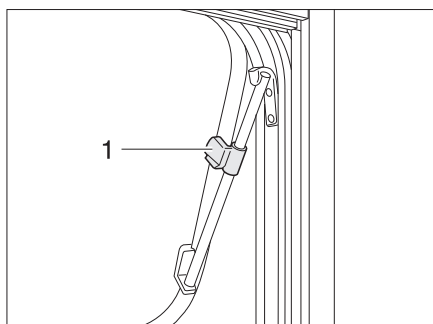

Fig. 72 Finestra apribile con deflettori a rotazione, aperta
- Aprire la finestra apribile fino alla posizione desiderata e bloccarla con il pomello zigrinato (Fig. 72,1).
- Ruotare il pomello zigrinato (Fig. 72,1) fino a sbloccare l'arresto.